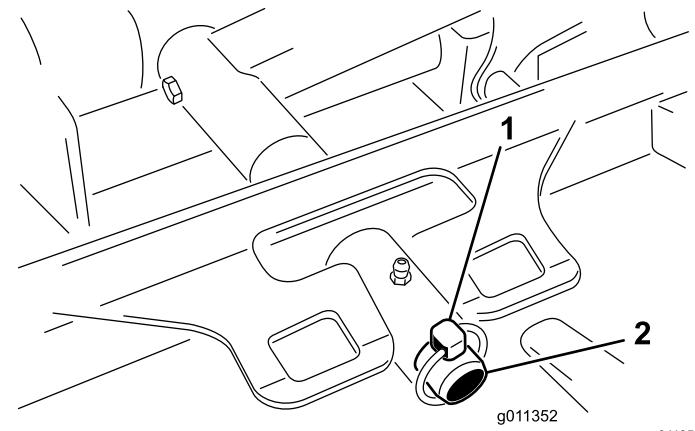

Bild 72
3. Entfernen Sie den Klappstecker (für Groundsmaster 4500-Maschinen) oder die Befestigungsmutter (für Groundsmaster 4700-Maschinen), mit dem bzw. der der Mähwerkträgerrahmen am Lagerbolzen des Hubarms befestigt ist (Bild 72).
2. Schieben Sie den Trägerrahmen des Mähwerks auf den Lagerbolzen des Hubarms (Bild 72). Befestigen Sie das Mähwerk mit dem Klappstecker (für Groundsmaster 4500-Maschinen) oder der Befestigungsmutter (für Groundsmaster 4700-Maschinen) am Lagerbolzen.